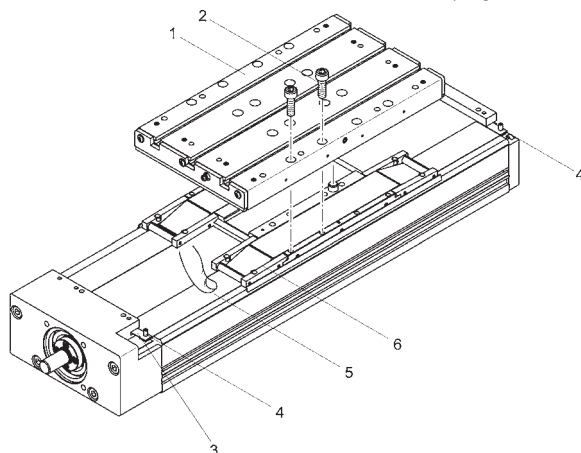

Fig. 12
1. **Fig. 12:** Rimuovere le viti di fissaggio (2) della slitta e con cautela sollevare verso l'alto verticalmente la slitta (1).